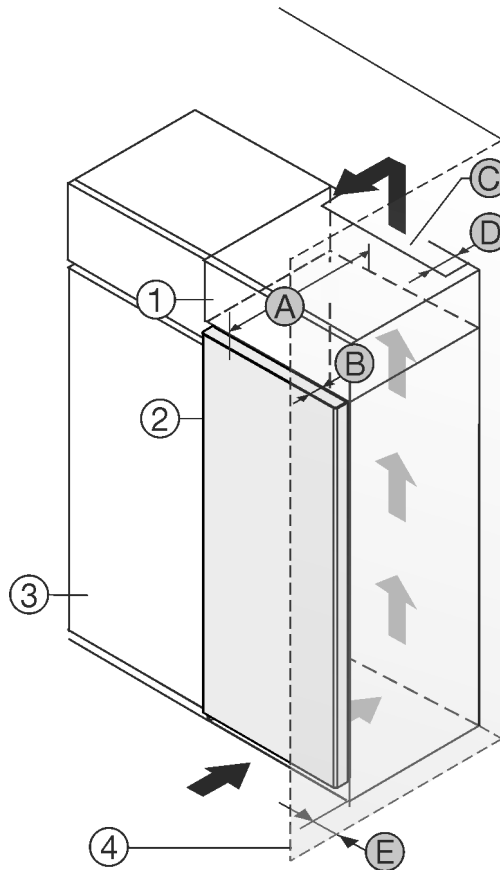

Fig. 1
An der Rückseite des Aufsatzschrankes muss ein Abluftschacht mit der Tiefe Fig. 1 (D) über die gesamte Aufsatzschrankbreite vorhanden sein.*
Unter der Raumdecke muss der Entlüftungsquerschnitt Fig. 1 (C) eingehalten werden.*
Wenn Sie das Gerät mit den Scharnieren neben einer Wand Fig. 1 (4) aufstellen, dann muss der Abstand zwischen Gerät und Wand mindestens 13 mm betragen.*
Wenn Sie das Gerät mit den Scharnieren neben einer Wand Fig. 1 (4) aufstellen, dann muss der Abstand zwischen Gerät und Wand mindestens 20 mm betragen.*
Damit Sie die Tür vollständig öffnen können, muss das Gerät um die Türtiefe Fig. 1 (B) gegenüber der Küchenschrankfront vorstehen. Abhängig von der Tiefe der Küchenschränke Fig. 1 (3) und Verwendung von Wandabstandshaltern kann das Gerät weiter herausragen.*